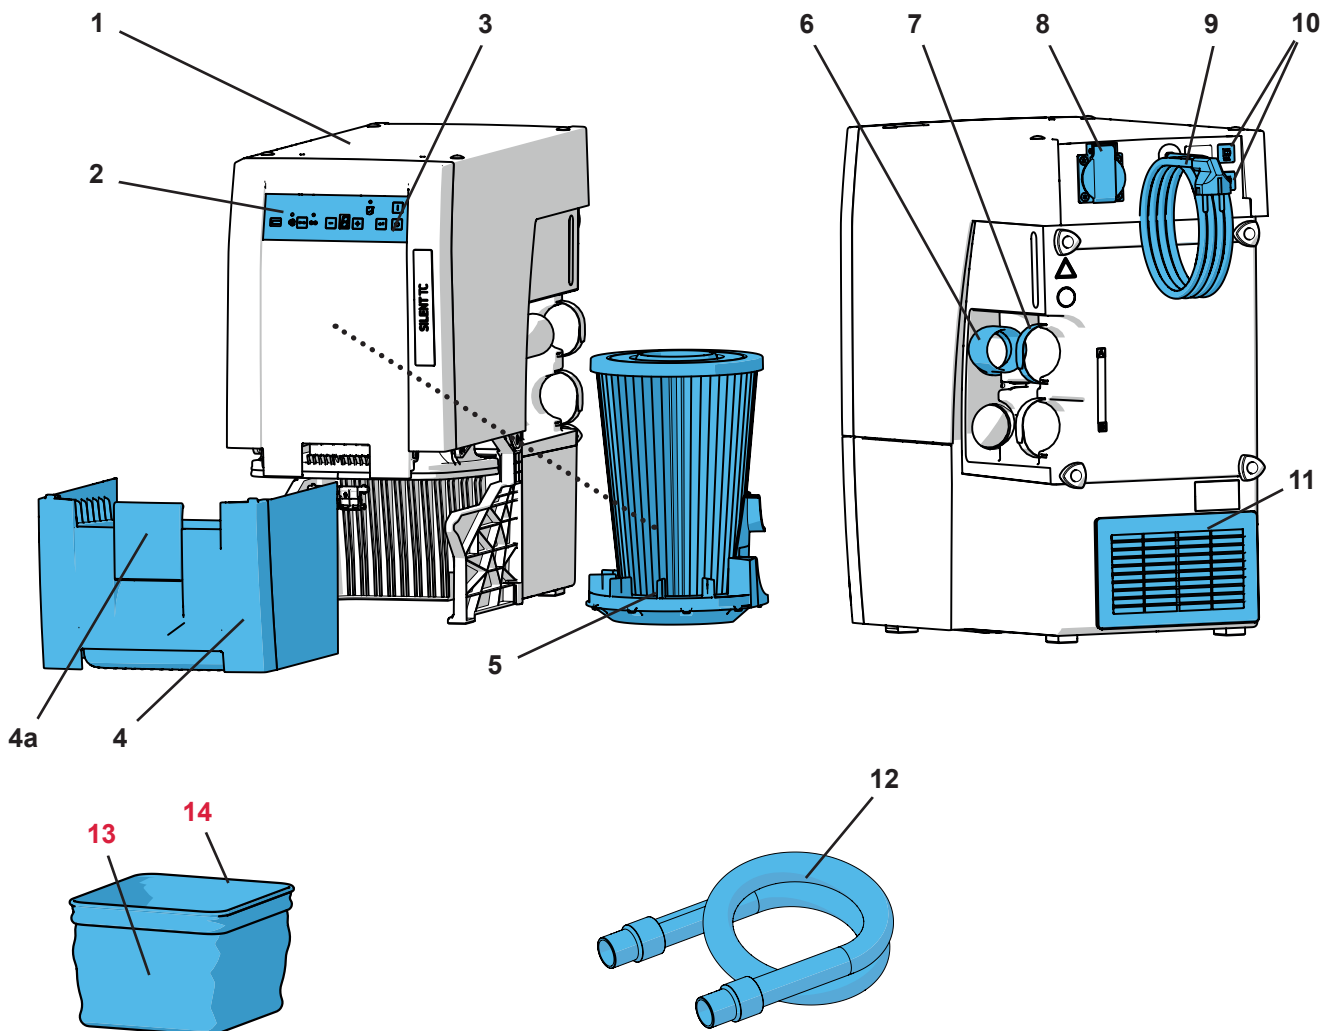

Abb. 1
- der Abluftaustritt (11, Abb. 1) nicht behindert wird.
- Externe Ablufführung (A) (siehe Kap. 4.6).
- Öffnung in Schrankrückwand (B), min. 250 x 120 mm, direkt gegenüber dem Abluftaustritt (11, Abb. 1).
- Rückwand des Schanks entfernen (C), Abstand der Schrankrückseite zur Wand min. 50 mm.
- ⇒ Netzkabel (9, Abb. 1) entrollen und Netzstecker in Steckdose der Gebäudeinstallation einstecken.
Absaugung läuft abhängig von einem an der Gerätesteckdose (8, Abb. 1) angeschlossenes Elektrogerät.